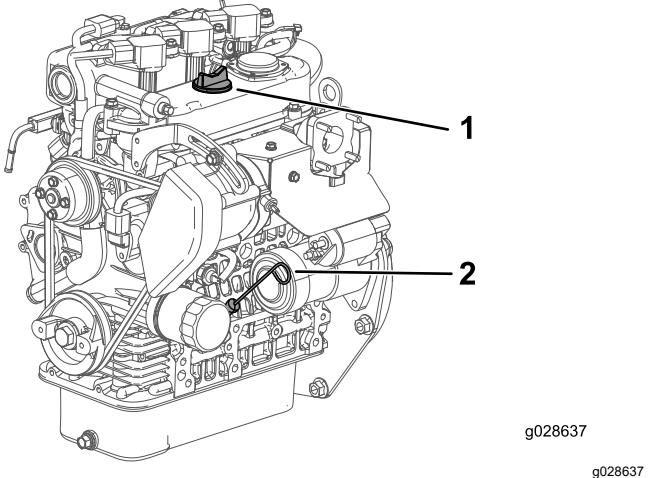

図15
2. ディップスティック図15を抜きウェスで一度きれいに拭く。
3. ディップスティックを、チューブの根元までしっかりと差し込む図15。
4. ディップスティックをもう一度抜きとてオイルの量を点検する図15。
5. オイルの量が不足している場合は、補給口のキャップ図15を取り、ディップスティックのFULLマークまで補給する。
6. ディップスティックをしっかり差し込んで終了図15